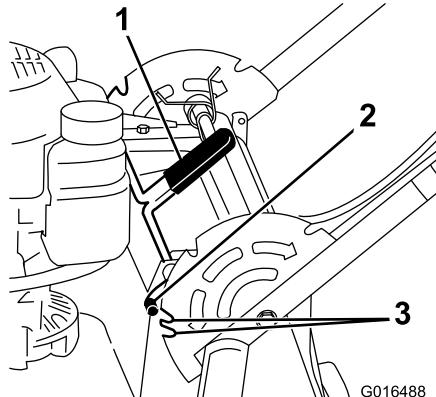

Figure 16
1. Tirez le levier de blocage du guidon vers l'arrière pour désengager les goupilles de blocage du guidon (Figure 16).
2. Faites pivoter le guidon et alignez le cran souhaité du support de guidon avec les goupilles de blocage du guidon ; voir Figure 16.